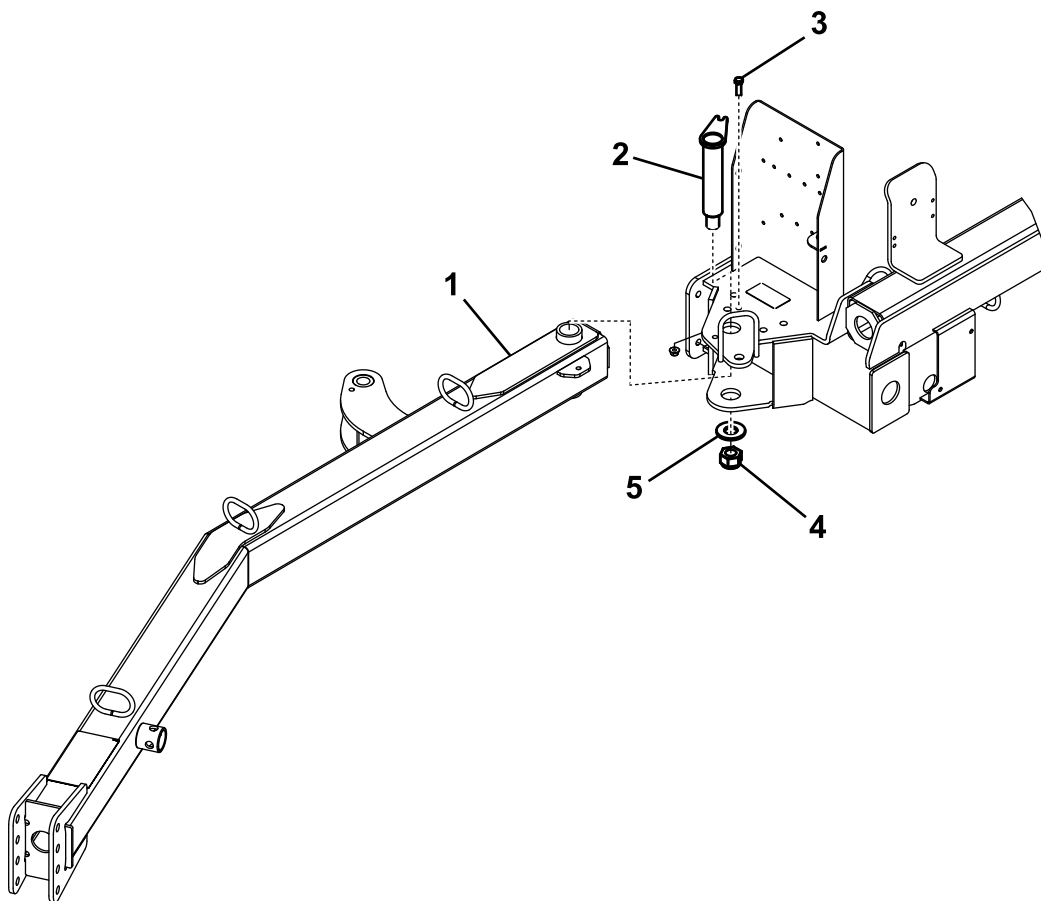

Figura 3
2. Insira o pino de engate nas placas de montagem e no garfo de engate (Figura 3).
3. Fixe a parte superior do pino de engate à placa de montagem com um parafuso de 3/8- x 1-1/4 polegadas e uma porca de bloqueio de 3/8 polegadas (Figura 3).
4. Prenda a parte inferior do pino de engate com uma anilha grande, uma porca grande e um parafuso de afinação de cabeça quadrada (Figura 3).
1. Inserir a extremidade traseira do garfo de engate entre as placas de montagem na vassoura enquanto se alinham os orifícios de montagem (Figura 3).